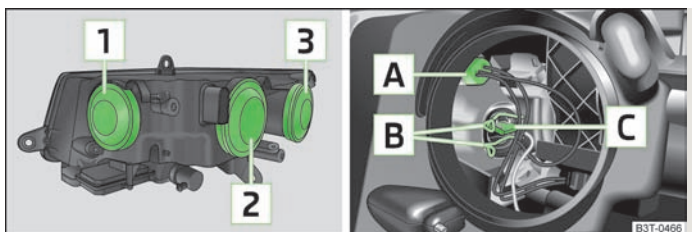

Fig. 189 Phares avant : emplacement des ampoules/démontage des ampoules des phares et des feux de route
Synoptique des emplacements des ampoules » fig. 189.
- Retirez le cache en caoutchouc **1** » fig. 189.
- Sortez la douille **A** » fig. 189.